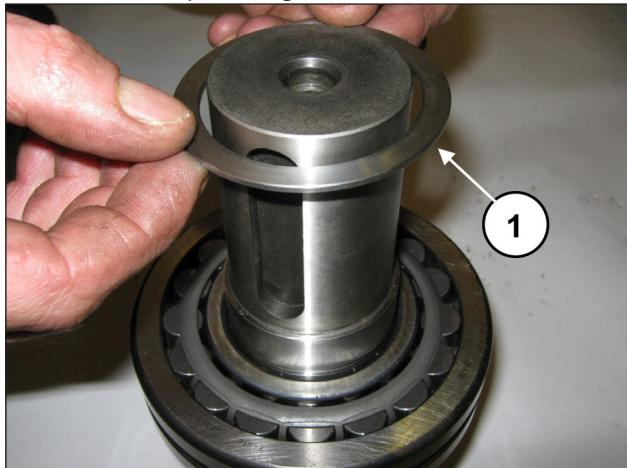
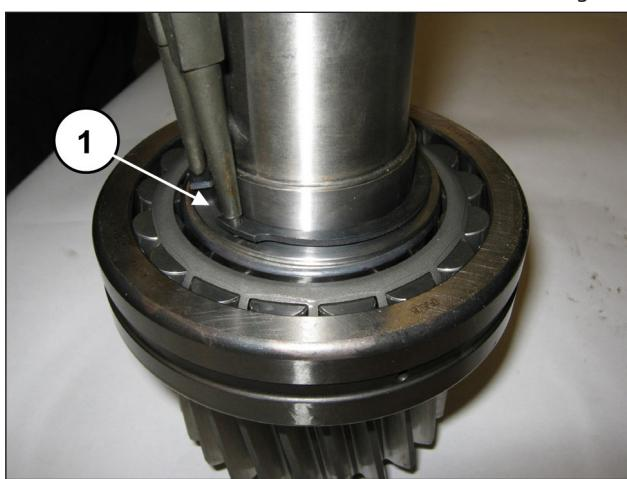

Fig. 85
Fig. 86
Insira o anel no apoio do mancal (pos. ①, Fig. 85) e posicione o anel elástico Ø55 (pos. ①, Fig. 86).